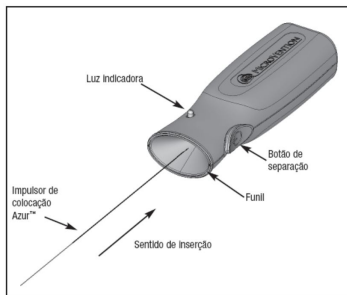

Figura 2 – Controlador de Separação Azur
14. Antes de usar o dispositivo, remova a extremidade proximal do impulsor de colocação da embalagem em forma de tubo. Cuidado para não contaminar esta extremidade do impulsor de colocação com substâncias estranhas, como sangue ou contraste. Insira firmemente a extremidade proximal do impulsor de colocação dentro da seção do funil do controlador de separação Azur. Consulte a Figura 2. Não pressione o botão de separação neste momento.
34. Conecte a extremidade proximal do impulsor de colocação ao controlador de separação Azur inserindo firmemente a extremidade proximal do impulsor de colocação dentro da seção do funil do controlador de separação Azur. Consulte a Figura 2.